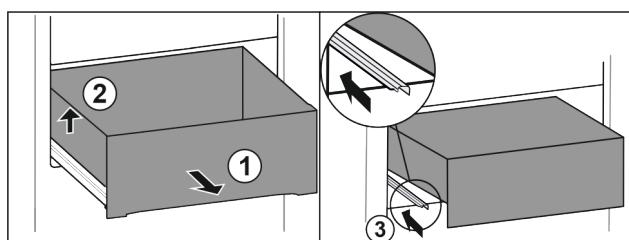

Fig. 82
- Vytáhněte zásuvku až na doraz. Fig. 82 (1)
- Nadzvedněte zásuvku vlevo. Fig. 82 (2)
- Zasuňte levou kolejničku. Fig. 82 (3)